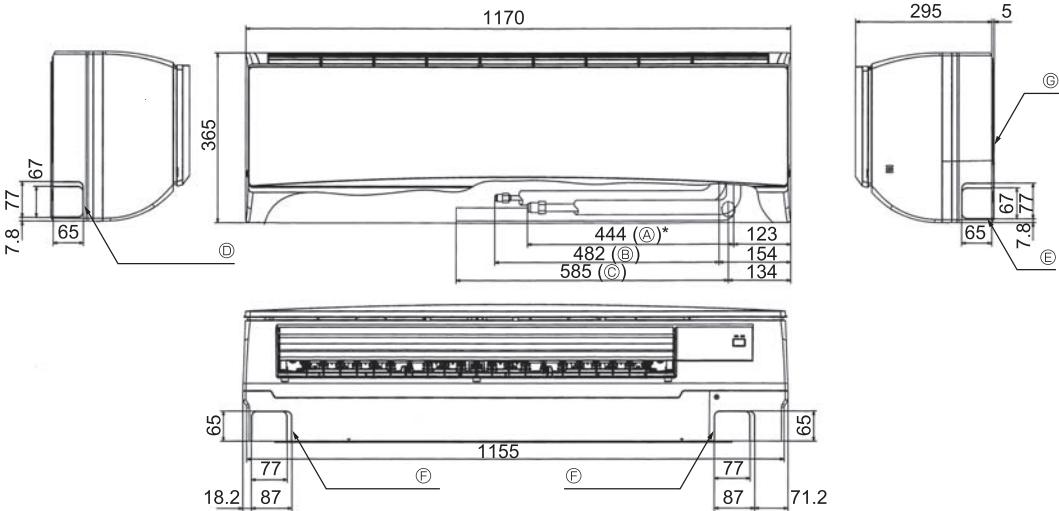
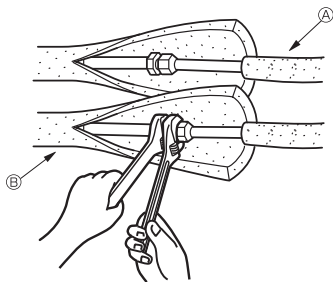

Fig. 4-2
Fig. 4-3
4.3. 设置致冷剂管和排水管 (Fig. 4-2)
- ① 气体管
- ② 液体管
- ③ 排水管
- ④ 左侧管道预留孔
- ⑤ 右侧管道预留孔
- ⑥ 下侧管道预留孔
- ⑦ 安装板 ①
4.4. 致冷剂管 (Fig. 4-3)